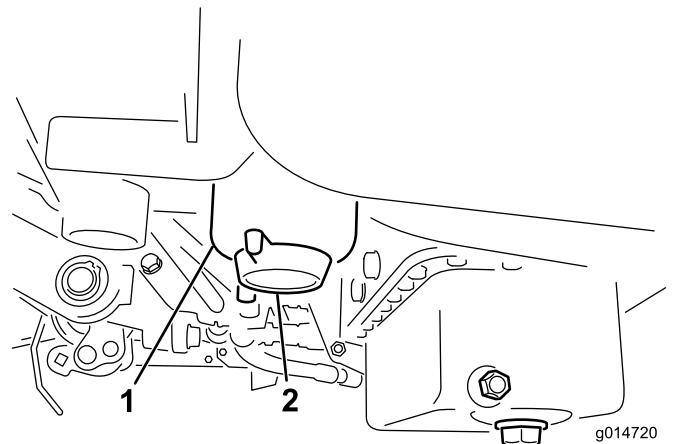

図 30
2. フィルタ容器(図 30)の周辺をウェスできれいにぬぐう。
4. フィルタのドレンプラグを開く 図 30。